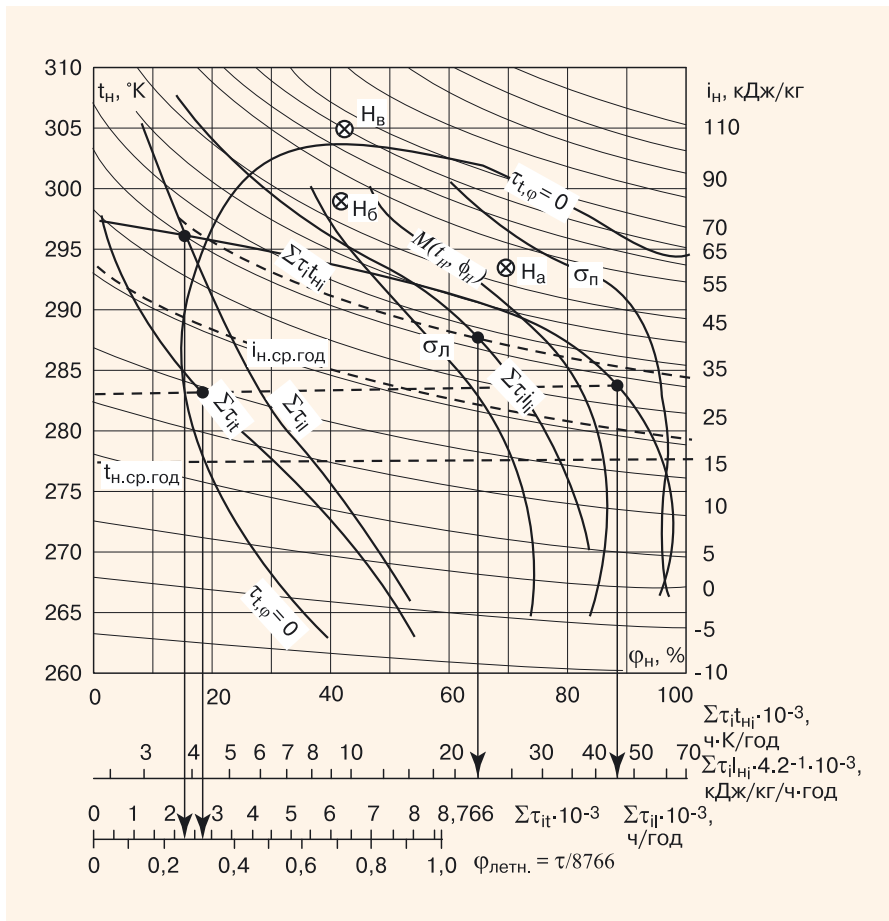

Рис. 3. Климатический паспорт Санкт-Петербурга (построен в прямоугольных координатах  $\varphi_n$ - $t_n$  как графическая интерпретация основных зависимостей:
Графическое представление основных климатологических величин предпочтительнее и нагляднее, чем строго аналитические методы. Одна из разновидностей такого метода — т.н. «климатический паспорт города» [6], на котором нанесены линии суммарной (накопленной) повторяемости температур и энтальпий наружного воздуха, суммы произведений этих температур и энтальпий на повторяемость, медианная линия климата и др. (рис. 3). Использование климатического паспорта предполагает специальную, хотя и не сложную методику расчетов. Рассмотрим ее на примере, когда речь идет о годовом расходе теплоты на нагревание наружного воздуха, а сам нагрев производится до конечной температуры, определяемой по формуле:
Пользуясь климатическим паспортом города (рис. 3), определить годовой расход теплоты на нагревание наружного воздуха, если объект находится в Санкт-Петербурге, среднегодовая температура  $t_{н.ср.год} = 4,4^{\circ}\text{C}$ . Предварительно по формуле (1) определяем конечную температуру нагреваемого наружного воздуха:
Зная эту температуру, по рис. 3 определяем продолжительность периода  $t_{н} > t_k = 10^{\circ}\text{C}$ , которая равна:
По рис. 3 определяем сумму произведений по следующему выражению: